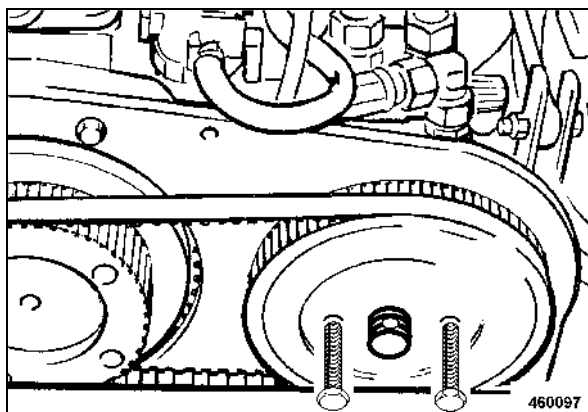

fig. 137
- A l'aide de deux vis à chasser M8 x 60, séparer la poulie du cône (fig. 137) puis déposer la courroie.